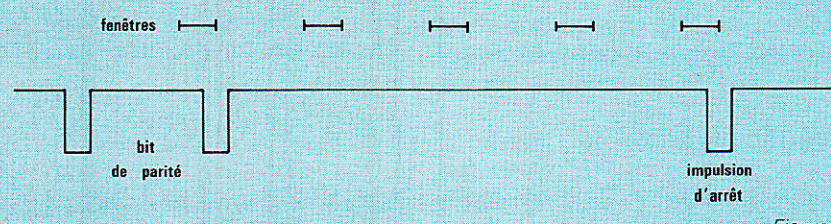

Figure 8.
- Contrôle du bit de parité (figure 8)
- Contrôle de l'absence d'impulsions entre le bit de parité et l'impulsion d'arrêt (toujours figure 8)